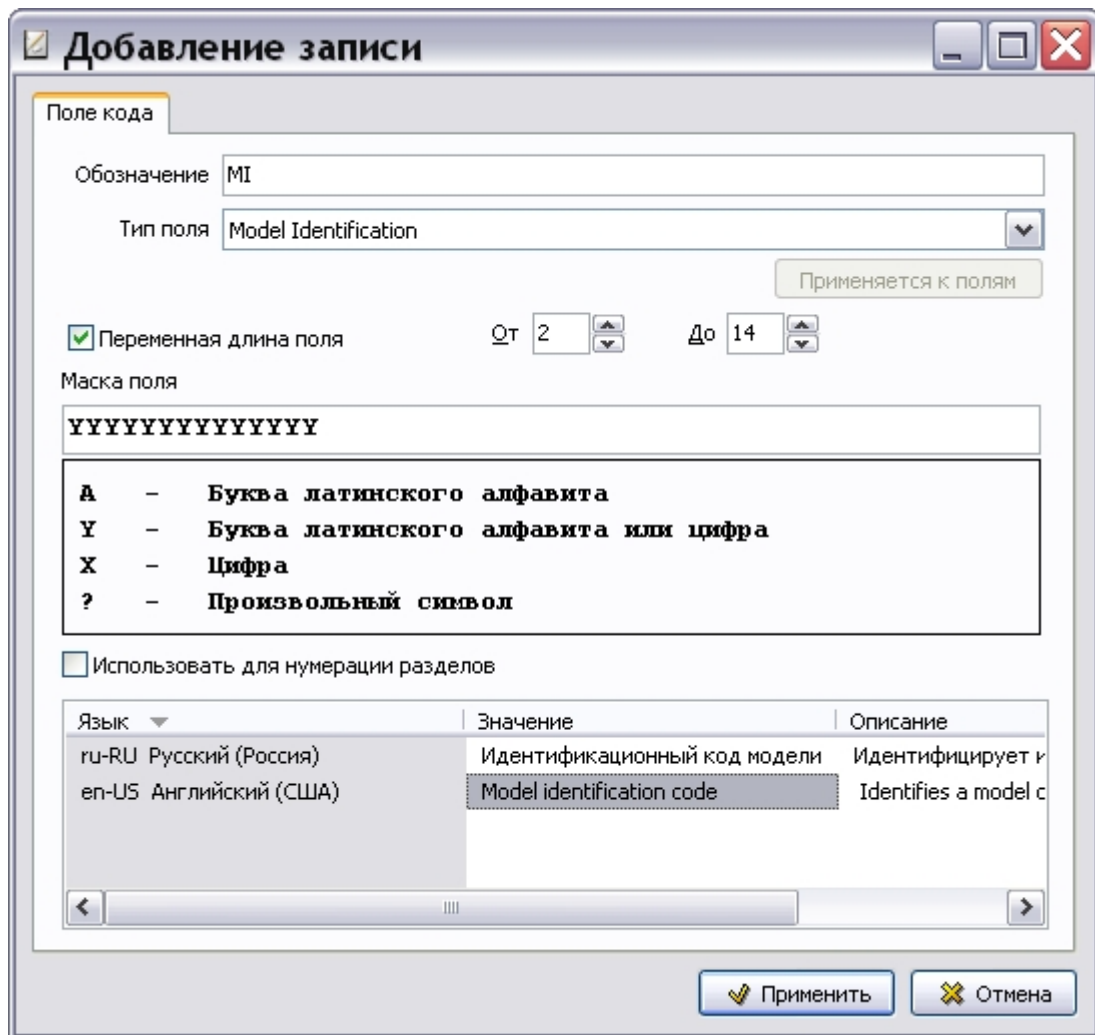

Рис. 2.45
3. В окне **Добавление записи** для поля кода введите обозначение элемента кода – «MI» (Рис. 2.45).
5. Для идентификационного кода модели стандарт ASD S1000D отводит от 2 до 14 символов. Для учета этой возможности выберите параметр **Переменная длина поля** и укажите минимальное (2) и максимальное (14) количество символов. Число символов, введенных в поле **Маска поля:**, должно соответствовать максимальному количеству символов, введенному в поле **До**.
Пример окна **Добавление записи** с введенными параметрами для поля кода «Идентификационный код модели» показан на рис. 2.45.